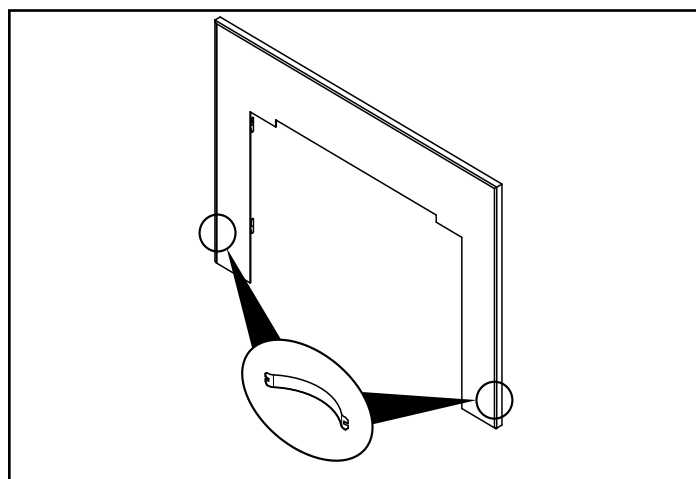

Figure 20.5
5. Installez deux ressorts d'acier sur chaque côté de l'encadrement mat vers le fond et de la trousse de garniture assemblée (**Figure 20.5**).